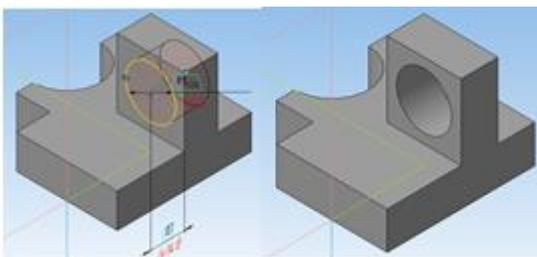

Рис. 8.
3) Командой **Вырезать выдавливанием**  сформировать сквозное отверстие в стойке, задав в панели свойств расстояние 10 мм (рис. 8).